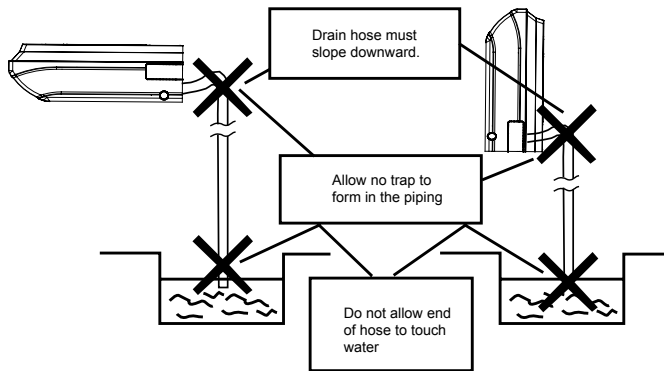

Fig. 23
- (1). Le tubazioni devono essere quanto più corte possibili e con una leggera pendenza verso il basso, almeno 1/100, in modo da impedire la permanenza di aria nel tubo.
- (2). La lunghezza deve essere uguale o maggiore di quella del tubo di collegamento.
- (3). Installare il tubo di scarico come illustrato e prevedere misure adeguate contro la condensa. Un'errata installazione può comportare perdite d'acqua e formazione di umidità su mobili e altri oggetti.
- (4) Collegare il tubo flessibile di scarico (Fig. 23)